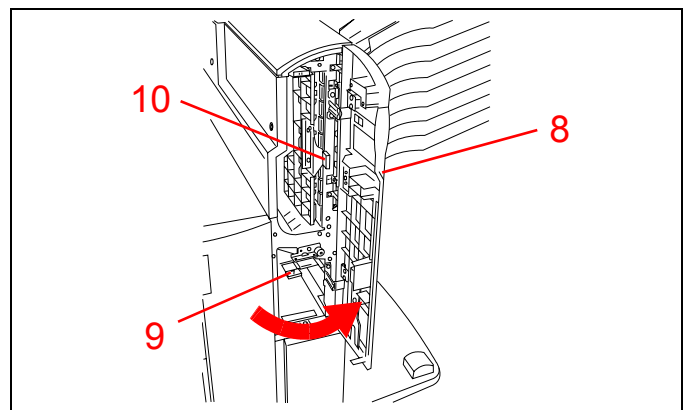

Figure 17
8. Si l'incident est survenu derrière la porte avant droite, reportez-vous Figure 17. Ouvrez la porte droite.